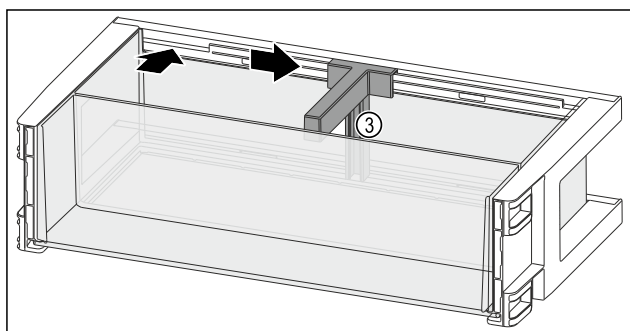

Fig. 136
- ▶ Helyezze be a palacktartót Fig. 136 (3) a mélyedésbe.
- ▶ Tolja oldalra a kívánt pozícióba a palacktartót Fig. 136 (3).